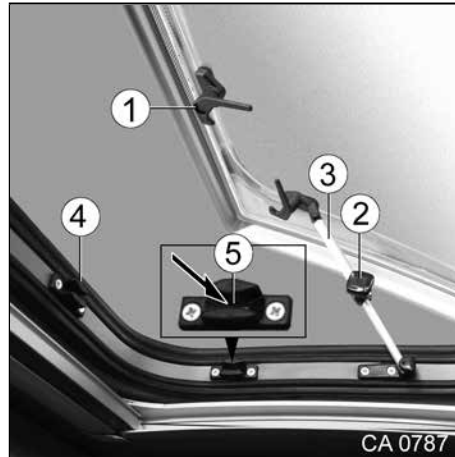

Fig. 47 Lanterneau Skyroof
1. Déverrouiller les quatre leviers de verrouillage (Fig. 47, pos. 1) sur le lanterneau.
3. La fixer avec des molettes (Fig. 47, pos. 2) aux compas d'arrêts montés sur les côtés (Fig. 47, pos. 3)
2. Tourner les molettes (Fig. 47, pos. 2) dans le sens anti-horaire jusqu'à ce que la fixation soit desserrée.
4. Verrouiller les quatre leviers de verrouillage (Fig. 47, pos. 1) aux supports (Fig. 47, pos. 4).
3. Verrouiller les quatre leviers de verrouillage (Fig. 47, pos. 1) dans les évidements (Fig. 47, pos. 5) des supports (Fig. 47, pos. 4).